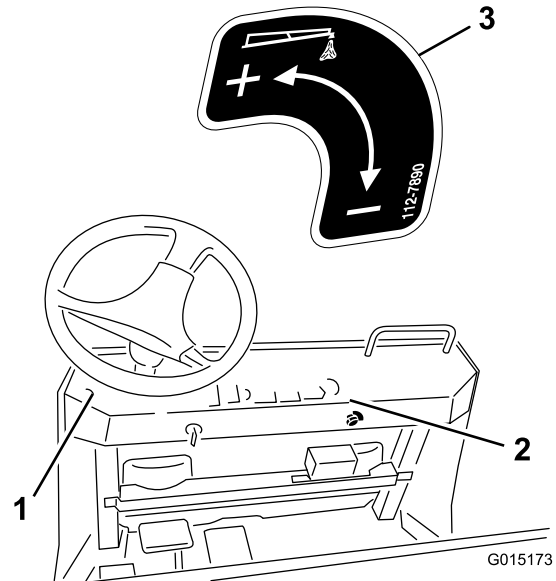

Figure 5
10. Placez l'autocollant comme illustré à la Figure 5.